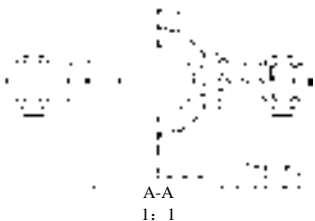

图 3.12.42 修改剖面线（二）
(2) 在菜单中选择 **Next (下一个)** 命令，系统自动选取“底座”的剖面线为修改对象，再选择 **Spacing (间距)** 命令，在弹出的 **MODIFY MODE (修改模式)** 下拉菜单中选择 **Value (值)** 命令，在绘图区下方的消息输入窗口中输入间距值 6，然后在 **MOD XHATCH (修改剖面线)** 菜单中选择 **Angle (角度)** 命令，在弹出的 **MODIFY MODE (修改模式)** 下拉菜单中选择 **45 (45)** 命令，完成对“底座”剖面线的修改。
(3) 在菜单中选择 **Next (下一个)** 命令，系统自动选取“下部轴瓦”的剖面线为修改对象，设置该剖面线的间距值为 6，角度值为 135。
(4) 在菜单中选择 **Next (下一个)** 命令，系统自动选取“限位块”的剖面线为修改对象，设置该剖面线的间距值为 3，角度值为 45。
(5) 在菜单中选择 **Next (下一个)** 命令，系统自动选取“上部轴瓦”的剖面线为修改对象，设置该剖面线的间距值为 6，角度值为 45。
(6) 在菜单中选择 **Next (下一个)** 命令，系统自动选取“上盖”的剖面线为修改对象，设置该剖面线的间距值为 6，角度值为 135。
(7) 在菜单中选择 **Next (下一个)** 命令，系统自动选取“螺栓”的剖面线为修改对象，选择 **Exclude (排除)** 命令，取消对“螺栓”的剖切。至此，主视图剖面线的修改完成，结果如图 3.12.42 所示。